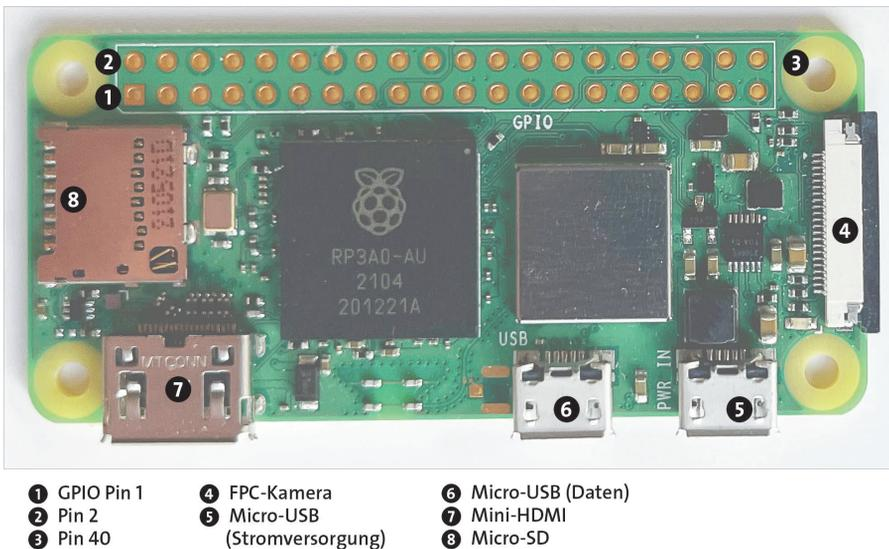

Abbildung 1.2 Der Raspberry Pi Zero 2 W
- ▶ **Raspberry Pi Zero 2 W/WH/WHC:** Die Platine des Zero-Modells ist wesentlich kleiner als die des Standardmodells (siehe Abbildung 1.2): Anstelle einer Micro-HDMI-Buchse ist hier die Minivariante verbaut. Zwei Micro-USB-Buchsen dienen zur Stromversorgung und zur Datenübertragung. Weitere USB-Buchsen wurden ebenso eliminiert wie die Ethernet-Buchse und der analoge Audioausgang. Immerhin gehören WLAN und Bluetooth zur Standardausstattung.